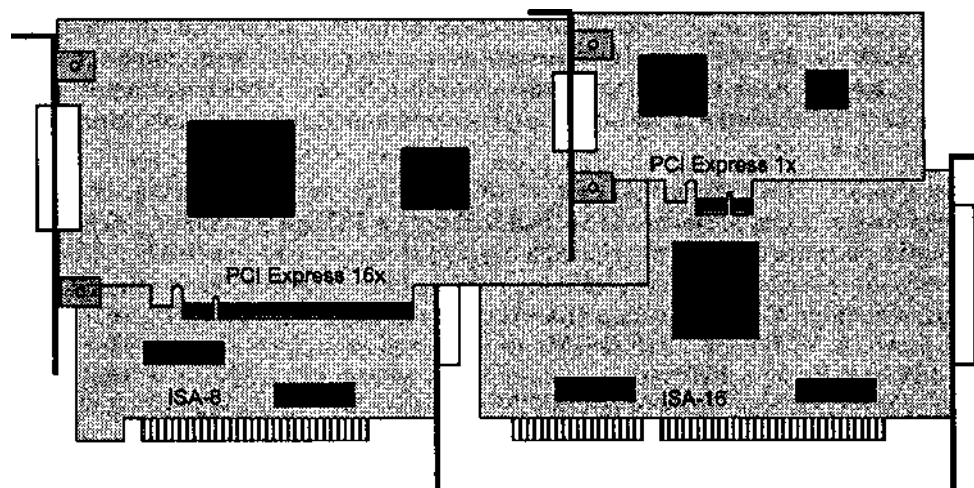

Рис. 2.8. Карты расширения ISA и PCI-E
*Картой* (*платой*) *расширения* (expansion card) называют печатную плату с краевым разъемом, устанавливаемую в слот расширения. Карты расширения, привносящие в PC какой-либо дополнительный интерфейс, называют *интерфейсными картами* (interface card). Поскольку интерфейсная карта представляет собой «приспособление» для подключения какого-либо устройства, к ней применимо и название *адаптер* (adapter). К примеру, дисплейный адаптер (display adapter) служит для подключения дисплея-монитора. Названия «интерфейсная карта», «адаптер» и «контроллер» зачастую считаются синонимами (разница между ними поясняется в главе 1), хотя адаптеры и контроллеры могут размещаться и на системной плате. Рис. 2.8 и 2.9 иллюстрируют легкую различ-
У карт PCI, AGP и PCI-E, в отличие от ISA/EISA и VLB, компоненты (микросхемы и другие детали) расположены на левой стороне печатной платы (на рис. 2.8 и 2.9 платы изображены со стороны компонентов). Для экономии места на системной плате используют так называемый разделяемый слот (shared slot). На самом деле это окно на задней стенке корпуса, которое может использоваться либо картой ISA, либо картой PCI. Таким образом, максимальное суммарное количество доступных адаптеров оказывается на единицу меньшим, чем видимое количество слотов на системной плате.